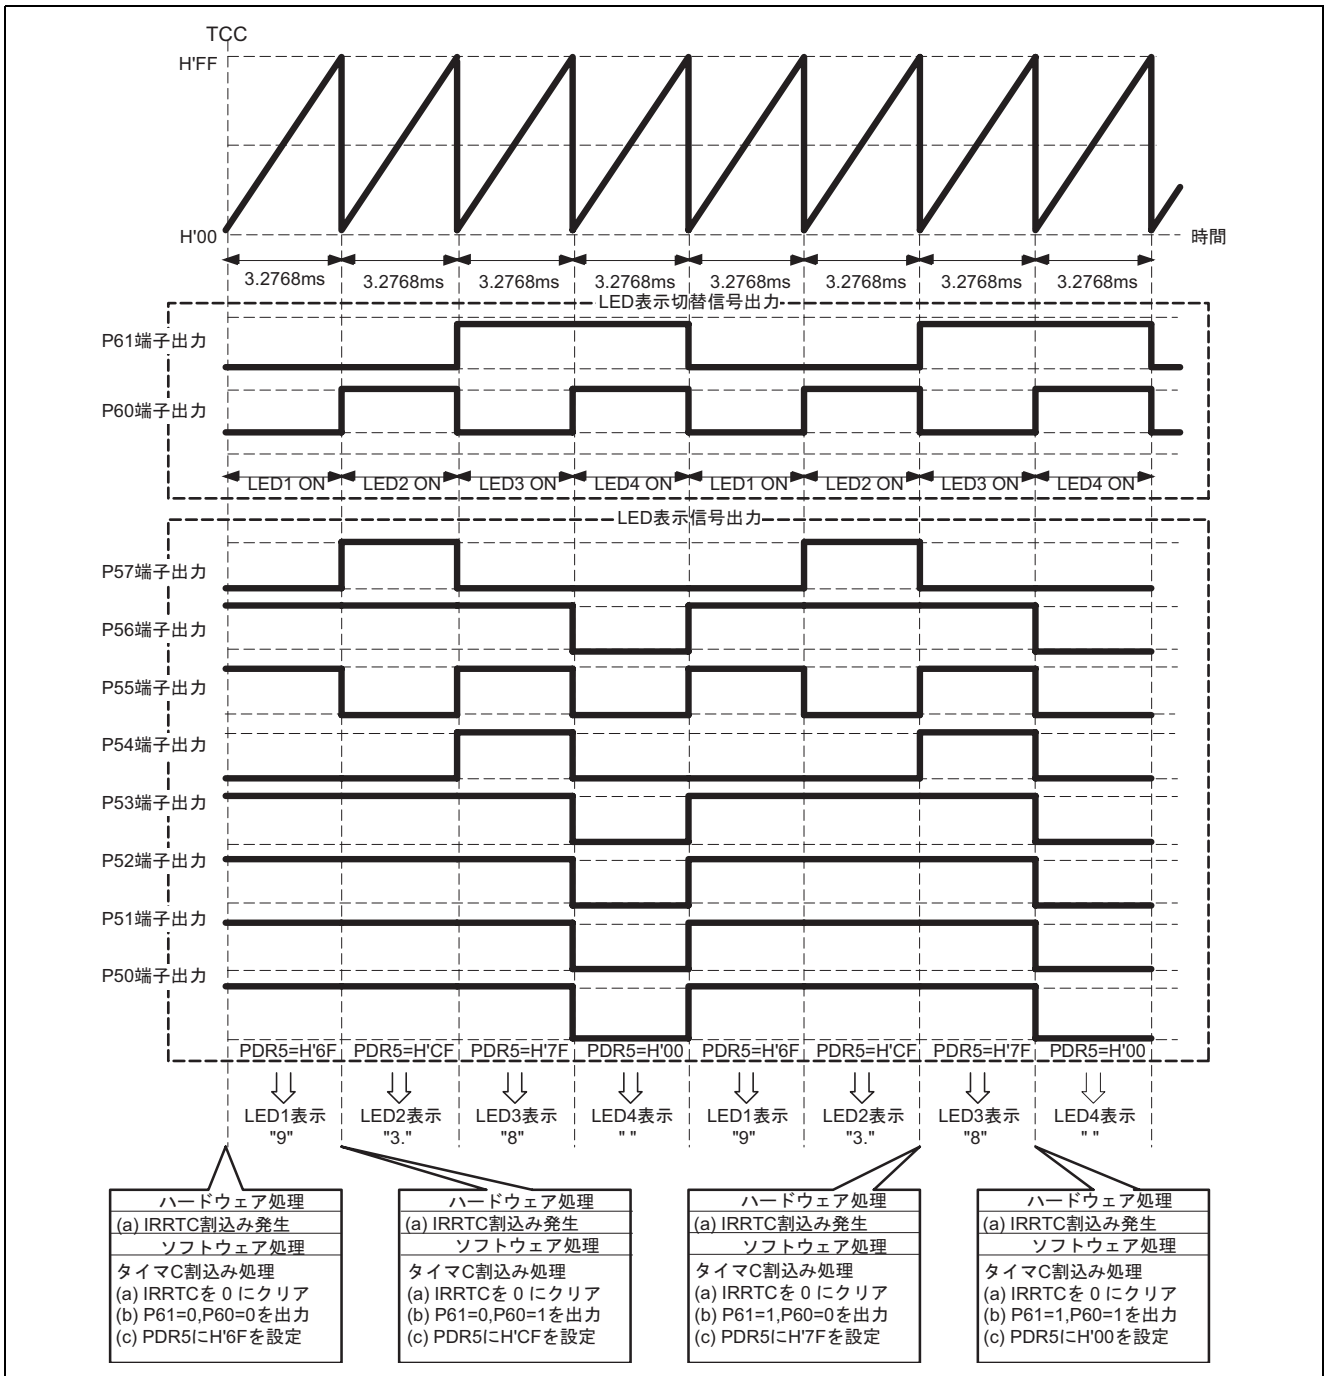

図9 7セグメント LED 表示制御の動作原理
(2) 7セグメント LED の表示制御の動作原理について説明します。図9は LED4~LED1 に “83.9” を表示する場合の動作原理について説明しています。図9に示すようにタイマC オーバフロー周期ごとに LED1~LED4 を順番に表示させることにより7セグメント LED のダイナミック表示を行っています。